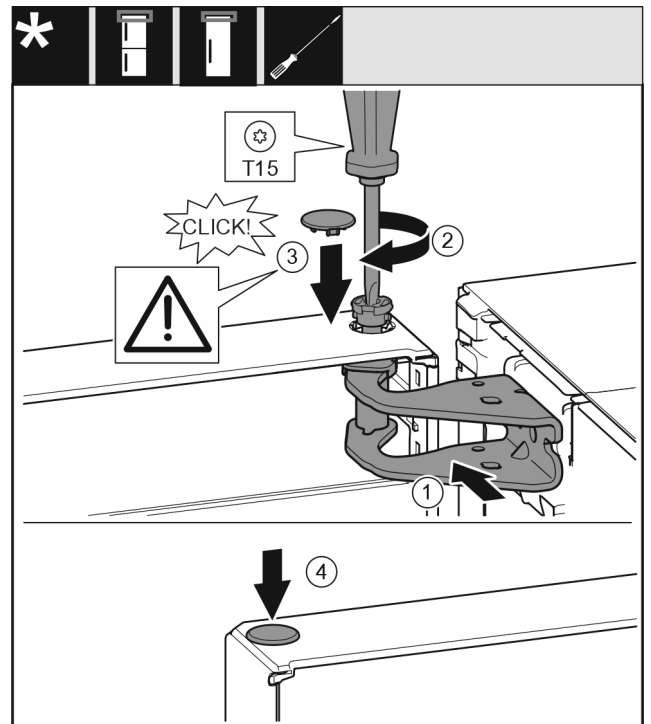

Fig. 19
- ▶ Vrata zgoraj naravnajte k odprtini v ležajnem podstavku. Fig. 19 (1)
- ▶ Vstavite sornik in ga privijte z izvijačem T15. Fig. 19 (2)
- ▶ Montirajte varovalni pokrov za varovanje vrat: Vstavite varovalni pokrov in preverite, če se nalega na vrata. V nasprotnem primeru sornike vstavite v celoti. *Fig. 19 (3)*
- ▶ Vstavite čep. *Fig. 19 (4)*